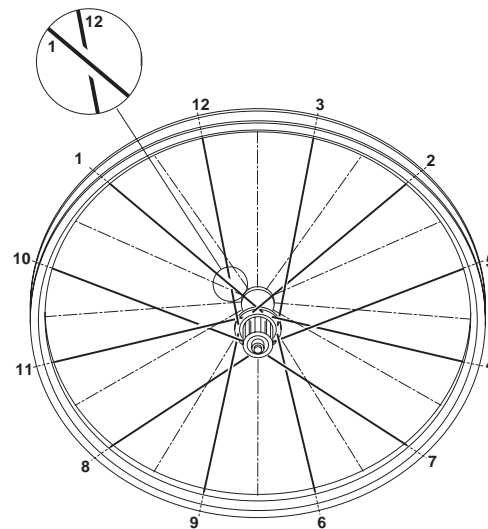

Fig. 63
- **Attenzione:** nelle ruote Proton l'ultimo raggio che si monta sul lato ruota libera deve essere fatto passare sotto al primo (Fig. 63).
- **Caution:** on Proton wheels, the last spoke to be fitted on the freewheel side must pass under the first spoke (Fig. 63).
- **Wichtig:** bei den Proton Laufrädern muß die Speiche, die als letzte auf der Seite des Freilaufkörpers montiert wird, unter die erste Speiche geführt werden (Abb. 63).
- **Attention:** pour les roues Proton, le dernier rayon monté sur le côté roue libre doit être passé sous le premier (Fig. 63).
- **Atención:** en las ruedas Proton el último radio que se monta en el lado de la rueda libre hay que hacerlo pasar debajo del primero (Fig. 63).
- **Attentie:** bij Proton wielen dient de laatste te monteren spaak de eerste spaak te kruisen (fig. 63).